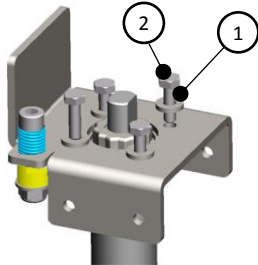

Figure 1
3. Positionner la ½ arcade inférieure (KPN14\*\* INF A54N) sur la platine de la vanne comme indiqué sur la figure 1
4. Placer les 4 rondelles (1) et les 4 vis (2) et serrer les vis.